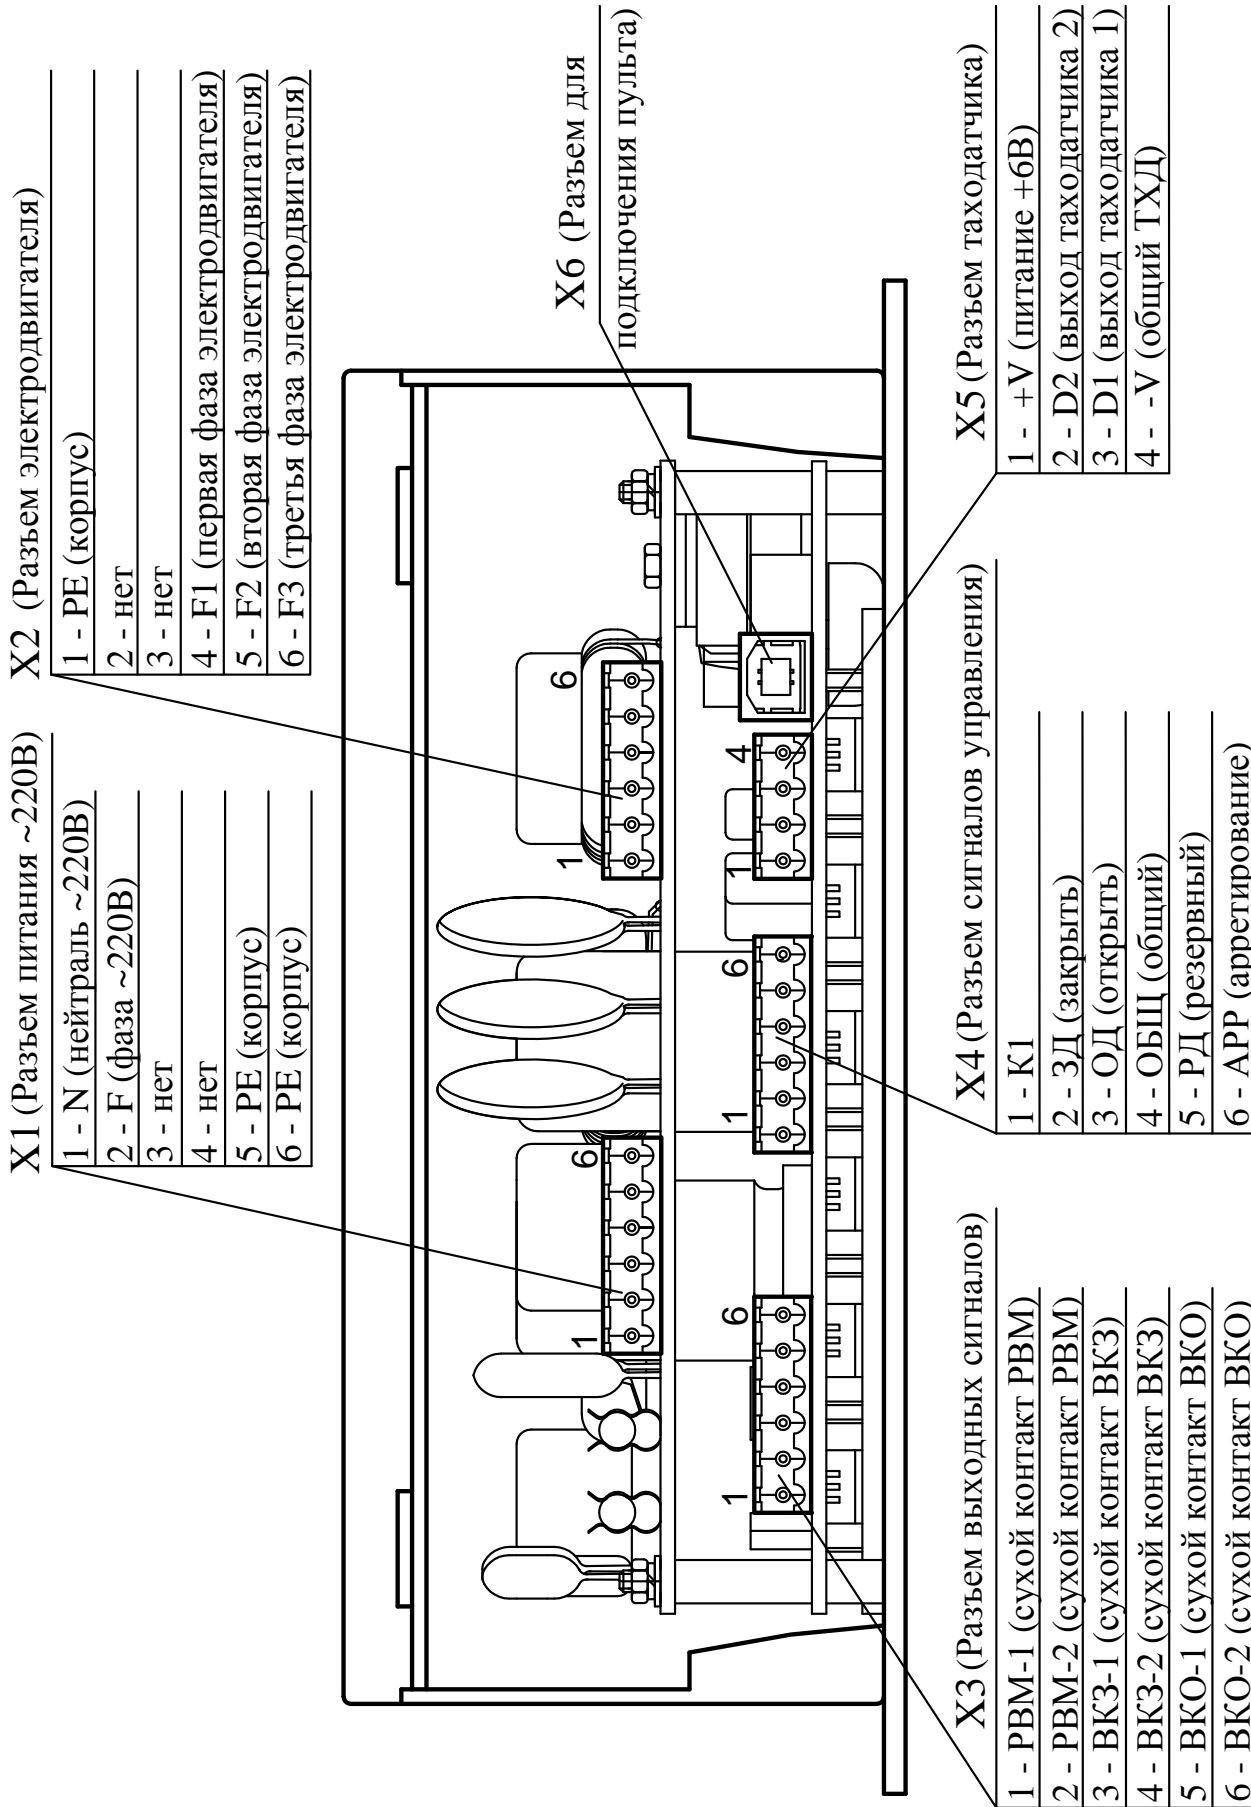

Рис.8. Подключение внешних разъемов БУАД-7-31.
4.2. Присоединение *Устройства* к сети, асинхронному электродвигателю и к шине управления осуществляется с помощью разъемных клемников в соответствии с **Рис.8**. Подводящие провода могут быть вложены в металлорукава или пластмассовый рукав диаметром не более 16 мм. Рукав закрепляются заглушками *Устройства*.
4.4. Назначение контактов разъемов на **Рис.8** приведено ниже: